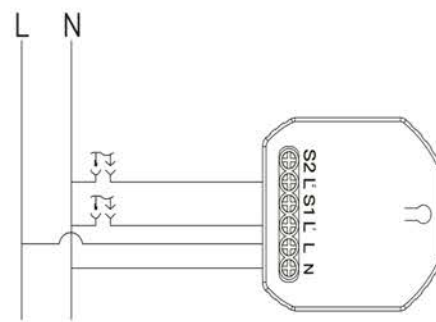

Рисунок 2.3
- с двумя розетками (см. рисунок 2.3).